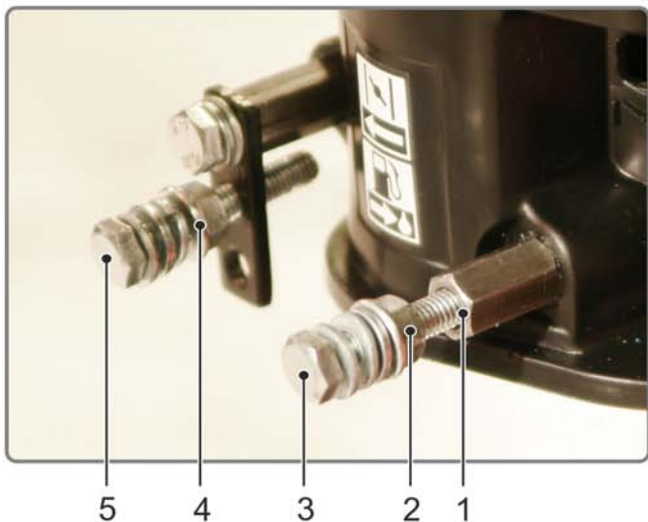

Рисунок 11 - Вид справа
- Открутить две гайки крепления карбюратора (рисунок 7 поз.3 и поз. 2) и накрутить их на осевые болты кронштейнов (рисунок 11 поз.3 и поз. 5).
- На их место прикрутить кронштейны крепления актуатора (рисунок 11).
- Закрепить кронштейн крепления актуатора правый (рисунок 11 поз. 1) .
- Установить осевой болт (рисунок 11 поз. 5), так чтобы шляпки осевых болтов находились в одной плоскости, перпендикулярной к оси карбюратора (рисунок 12).